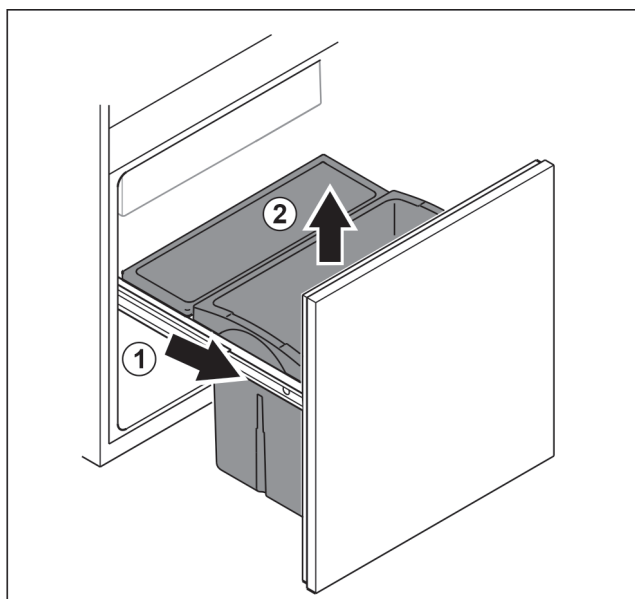

Fig. 80
- ▶ Trekk ut uttrekksvognen til anslag. Fig. 80 (1)
- ▶ Ta skuffen opp og ut. Fig. 80 (2)